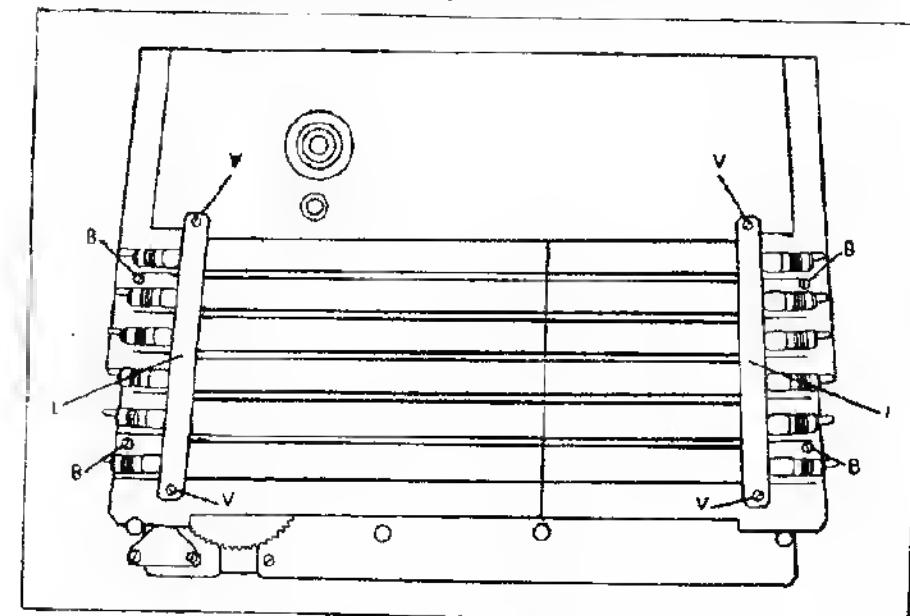

Fig. 1. - Telaio della scala.
- 3) si sfila il telaio metallico con precauzione, che, dopo tale operazione, si presenterà, come illustrato in fig. 1;
- 4) per sostituire una delle stecche, occorre togliere le quattro viti (V) che fissano i due listelli metallici (L), dopo di che le singole stecche di cristallo si liberano facilmente;
- 5) dopo la sostituzione occorre controllare che i segni (O) sulle singole stecche siano ben allineati e vengano coperti dall'indice, allorquando il condensatore variabile si trova in posizione «chiuso» (v. anche preliminari per l'istruzione di taratura);
- 6) dovendo sostituire la funicella di comando, è necessario togliere il pannello della scala, evitando i quattro dadi che lo fissano al telaio dell'apparecchio. I dadi non sono visibili in figura, perché si trovano dalla parte opposta, verso l'interno dell'apparecchio, in corrispondenza delle viti (B);